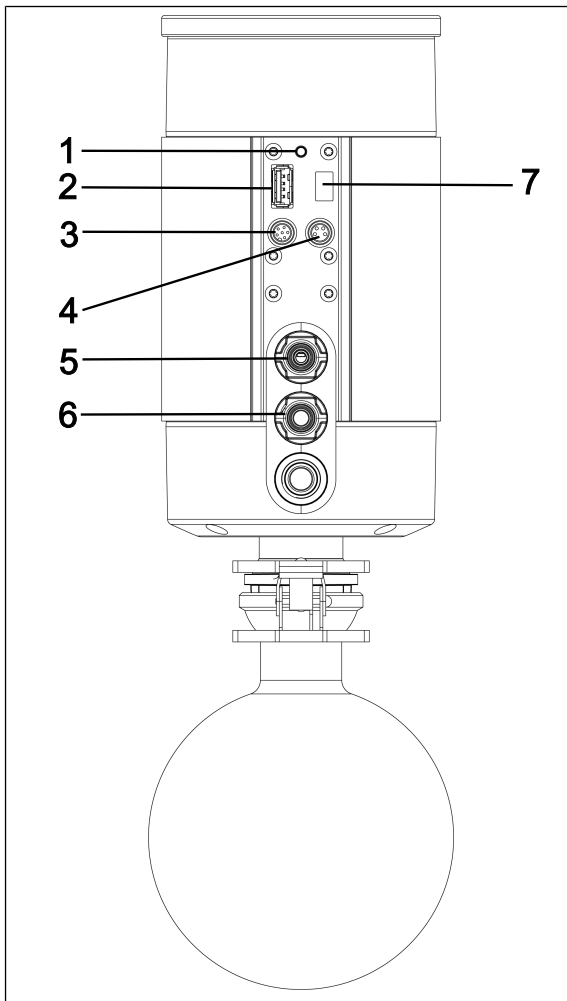

Fig.23: Piège à liquide SC
Si l'on appuie sur la touche de pagination (Fig. 23/1) du système de vide pendant environ 5 secondes, le contrôleur de vidérépond à la touche de pagination du système de vide par un signal sonore (voir le chapitre 9.2.2 *Utilisation sans terminal portable* [► 75]).
3. Sur la pompe, appuyez sur le bouton d'appairage (Fig. 23/1) pendant environ 10 secondes.
Lorsque le contrôleur de vide est retiré, l'action suivante peut être effectuée directement sur le système de vide (Fig. 23) :